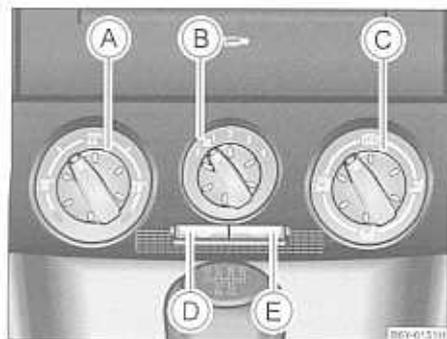
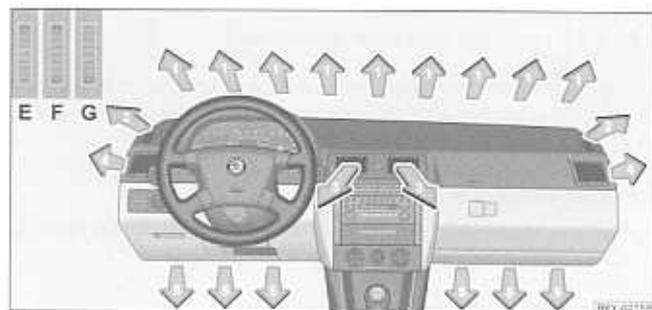

Fig. 80 Sistema de aire acondicionado: elementos de mando
Fig. 81 Difusores de salida de aire
El aire acondicionado funciona si se pulsa la tecla  = página 95, fig. 80  y se cumplen las siguientes condiciones:
- Gire el regulador giratorio **(A)** → fig. 80 hacia la derecha para aumentar la temperatura.
- Regulador giratorio (A) ⇒ página 95, fig. 80 hacia la derecha hasta el tope
- Regulador giratorio (B) a la posición 4
- Regulador giratorio (C) a la posición
- Abrir los difusores 4 ⇒ página 88, fig. 81 y dirigirlos hacia el cristal lateral.
- Regulador giratorio (A) \Rightarrow página 95, fig. 80 hacia la izquierda hasta el tope
- Regulador giratorio (E) a la posición deseada
- Abrir los difusores 3 y 4 \rightarrow página 98, fig. 81
- Desconectar el servicio de aire circulante pulsando la tecla (D)
- Desconectar la refrigeración pulsando la tecla (E)
- Pulse la tecla \rightarrow página 95, fig. 80, el símbolo en la tecla se encenderá.
Si el regulador de distribución de aire (C) se encuentra en la posición \rightarrow página 95, fig. 80, el servicio de aire circulante se desconectará automáticamente. Pulsando repetidamente la tecla (D), usted puede conectar de nuevo el servicio de aire circulante también en esta posición.
De los difusores abiertos fluye; según la posición del regulador (A) → página 95 fig. 80 y según las condiciones climatológicas, aire sin calentar o enfriado.